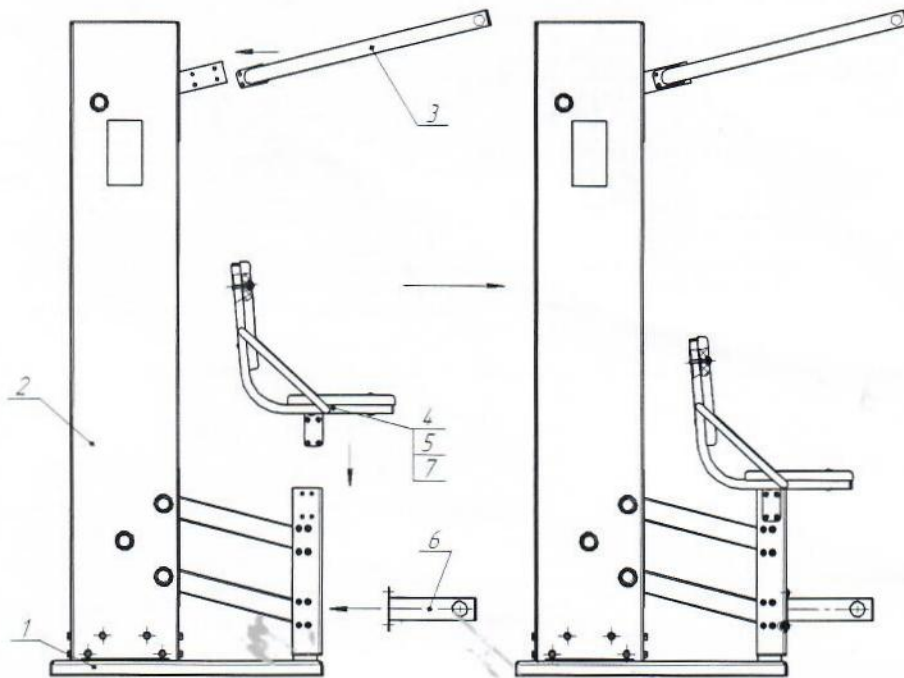

Рис.4
12.3.9 Произвести сборку тренажера (рис.4...9)